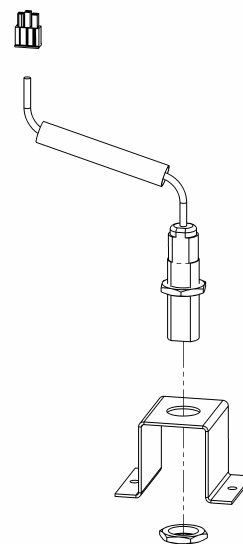

Bild 4-29
3. Skruva av låsmuttern på sensorn från sensorfästets undersida (se bild 4-29). (Detta görs enklast med en hylsnyckel och en spärranordning.) Dra ut sensorn ur hålet i fästet. Lägg låsmuttern åt sidan.